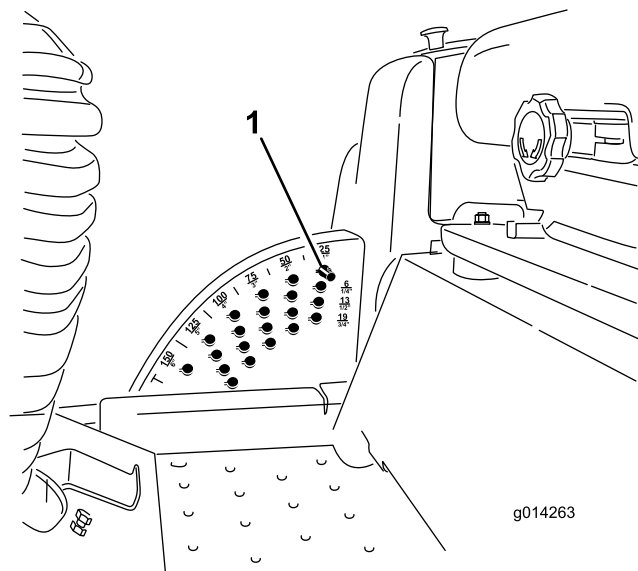

図 25
1. エンジンが回転している状態で、デッキ昇降スイッチの後側を押し、デッキが完全に上昇したら**直ちにスイッチから手を離す**  **図 25**。
2. 刈高ピンを回して刈高設定穴のスロットとが整列したところでピンを抜き取る  **図 25**。
3. 刈高ブラケットについている穴から、希望する刈高に対応する穴を見つけ、その穴にピンを通し、ピンを回してロックする ( **図 25**)。
注 穴は全部で4列あります  **図 25**。外周側の列は、外周部に刻印されている通りの刈高の穴です。2 列目の穴は、それぞれ 1 列目プラス 6 mm の刈り高となります。3 列目の穴は、それぞれ 1 列目プラス 12 mm の刈り高となります。一番下の列の穴は、それぞれ 3 列目プラス 18 mm の刈り高となります。刈高 158 mm だけは例外で、2列目のはずれにあります。この穴にセットすると刈高 158 mm となります 6 mm アップにはなりません。